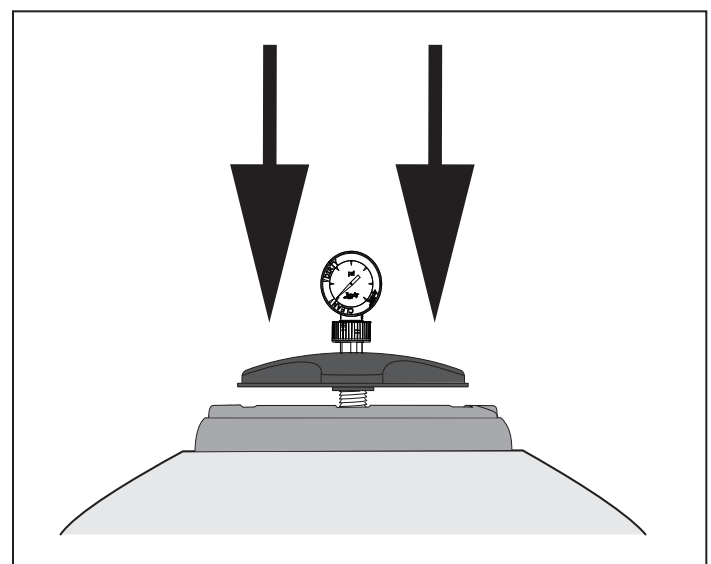

Figura 8. Presione para liberar la junta tórica
2. Presione hacia abajo la rueda manual firmemente para liberar la junta tórica. Consulte la Figura 8.